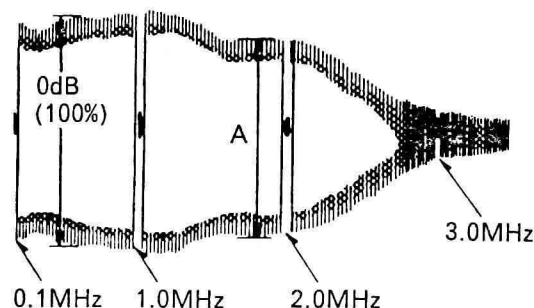

图14
- ②将示波器连接TP3002;
- ③以SP方式用空白磁带记录视频扫频信号并重放;
- ④将录象机面板上的图象清晰度控制开关置于中心位置;
- ⑤调节VR3012,使频响为A:0 ± 1dB (90~110%),如图14所示;
- ⑥以LP方式用空白磁带记录视频扫频信号
⑦同上述步骤③;
⑧调节VR3013,使频响为A:-2 ± 1dB (70~90%),如图14所示。